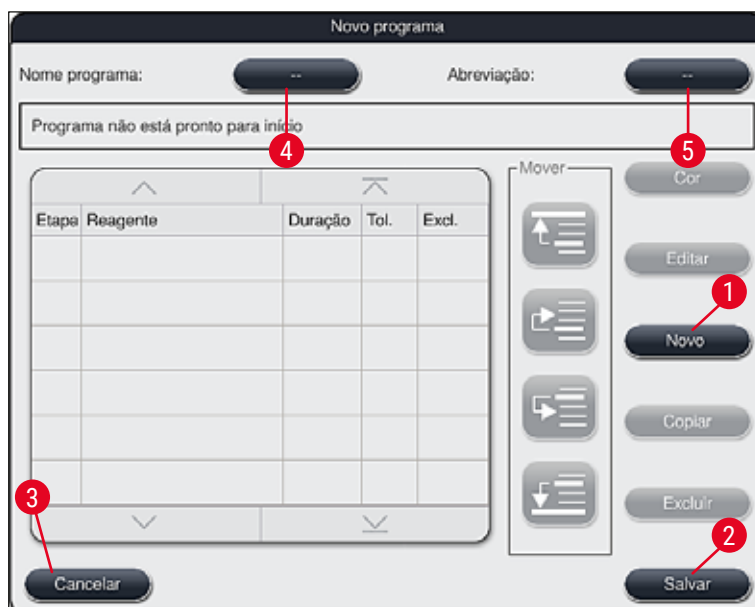

Fig. 46
- Uma janela do novo programa é aberta (→ "Fig. 46").
- A janela de entrada (→ "Fig. 46") abre para o novo programa a ser criado.